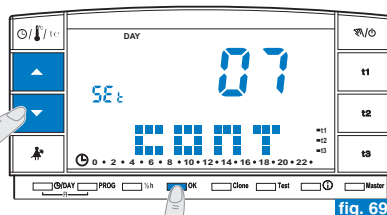
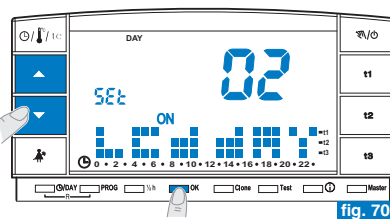
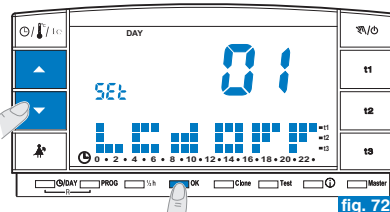

fig. 69
fig. 70
fig. 72
- Modificare il valore di contrasto selezionato utilizzando i tasti **▲▼**; ad ogni impulso corrisponde una variazione di 1 punto (esempio in fig. 69).
- Dalla videata di visualizzazione del contrasto del display (esempio in fig. 69) premere i tasti ▲▼ per visualizzare il livello "02" LCd dAY (esempio in fig. 70).
- Dalla videata di visualizzazione del contrasto del display (esempio in fig. 69) premere i tasti ▲▼ per visualizzare il livello "01" LCd OFF (esempio in fig. 72).